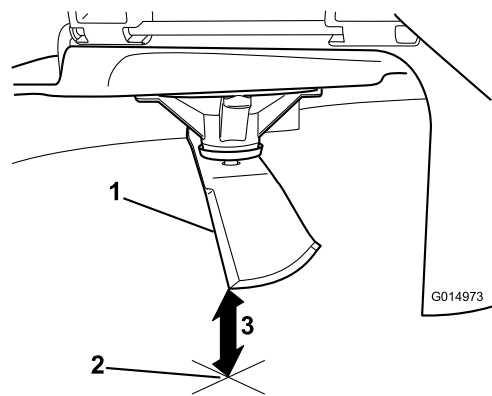

Figura 77
3. Mida desde la punta de la cuchilla hasta la superficie plana (Figura 77).